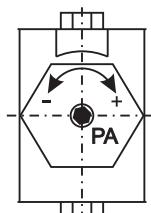

Рисунок 2
- Регулировочным винтом "PA" на торце доводчика (рисунок 2), используя таблицу 1, отрегулируйте мощность пружины.